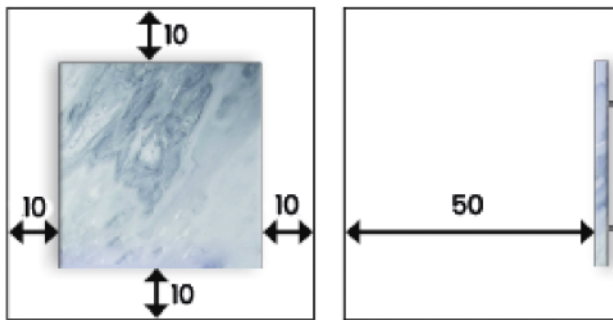

Abb. 01: Mindestabstände in cm
- Die in Abb. 01 dargestellten Mindestabstände, insbesondere zu leicht brennbaren Gegenständen, wie Vorhängen, Polstermöbeln usw. dürfen nicht unterschritten werden.